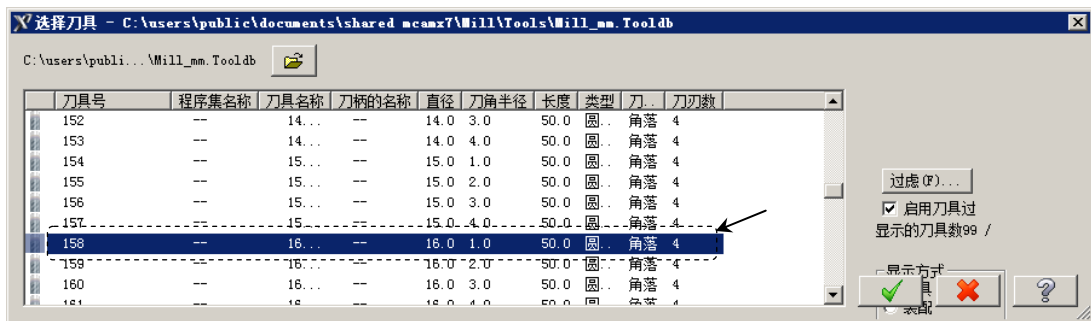

图 1.7 “选择刀具”对话框
(3) 单击 按钮，完成加工区域的设置，同时系统弹出“曲面粗加工挖槽”对话框。
Step5. 选择刀具。在“曲面粗加工挖槽”对话框中单击 按钮，系统弹出“选择刀具”对话框，在该对话框的列表框中选择图 1.7 所示的刀具。单击 按钮，关闭“选择刀具”对话框，系统返回至“曲面粗加工挖槽”对话框。